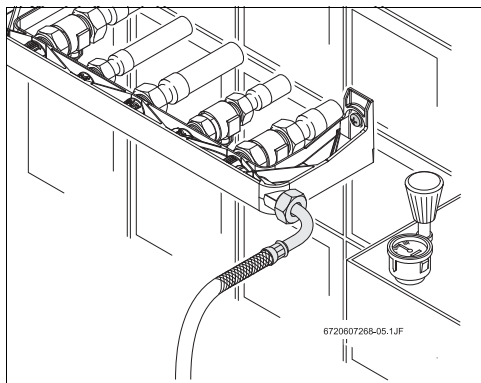

Fig. 5 Test de estanqueidad
- Verificar la estanqueidad de la instalación (Fig. 5).